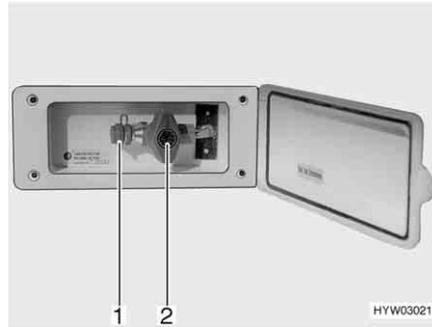

Bild 120 Externer Gasanschluss, Gasabsperventil geschlossen
Der externe Gasanschluss (Bild 120) befindet sich je nach Modell am Heck oder auf der linken bzw. rechten Fahrzeugseite.
- Externes Gasgerät an der Anschluss-Stelle (Bild 120,1) anschließen.
- Das Gasabsperventil (Bild 120,2) öffnen.